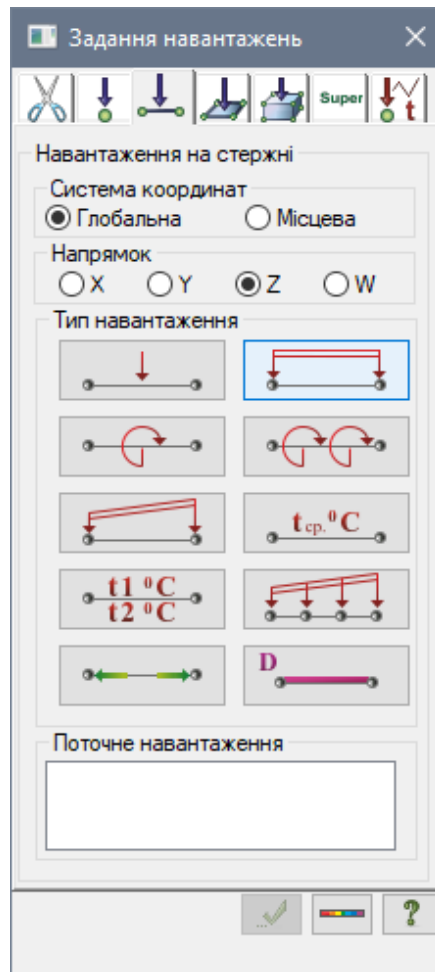

Рис. 5.18. Діалогове вікно Задання навантажень
- Після цього відкрийте діалогове вікно **Задання навантажень** на закладці **Навантаження на стержні** (рис. 5.18), вибрав команду  – **Навантаження на стержні** в розкритому списку **Навантаження на вузли та елементи** (панель **Навантаження** на вкладці **Створення та редагування**).